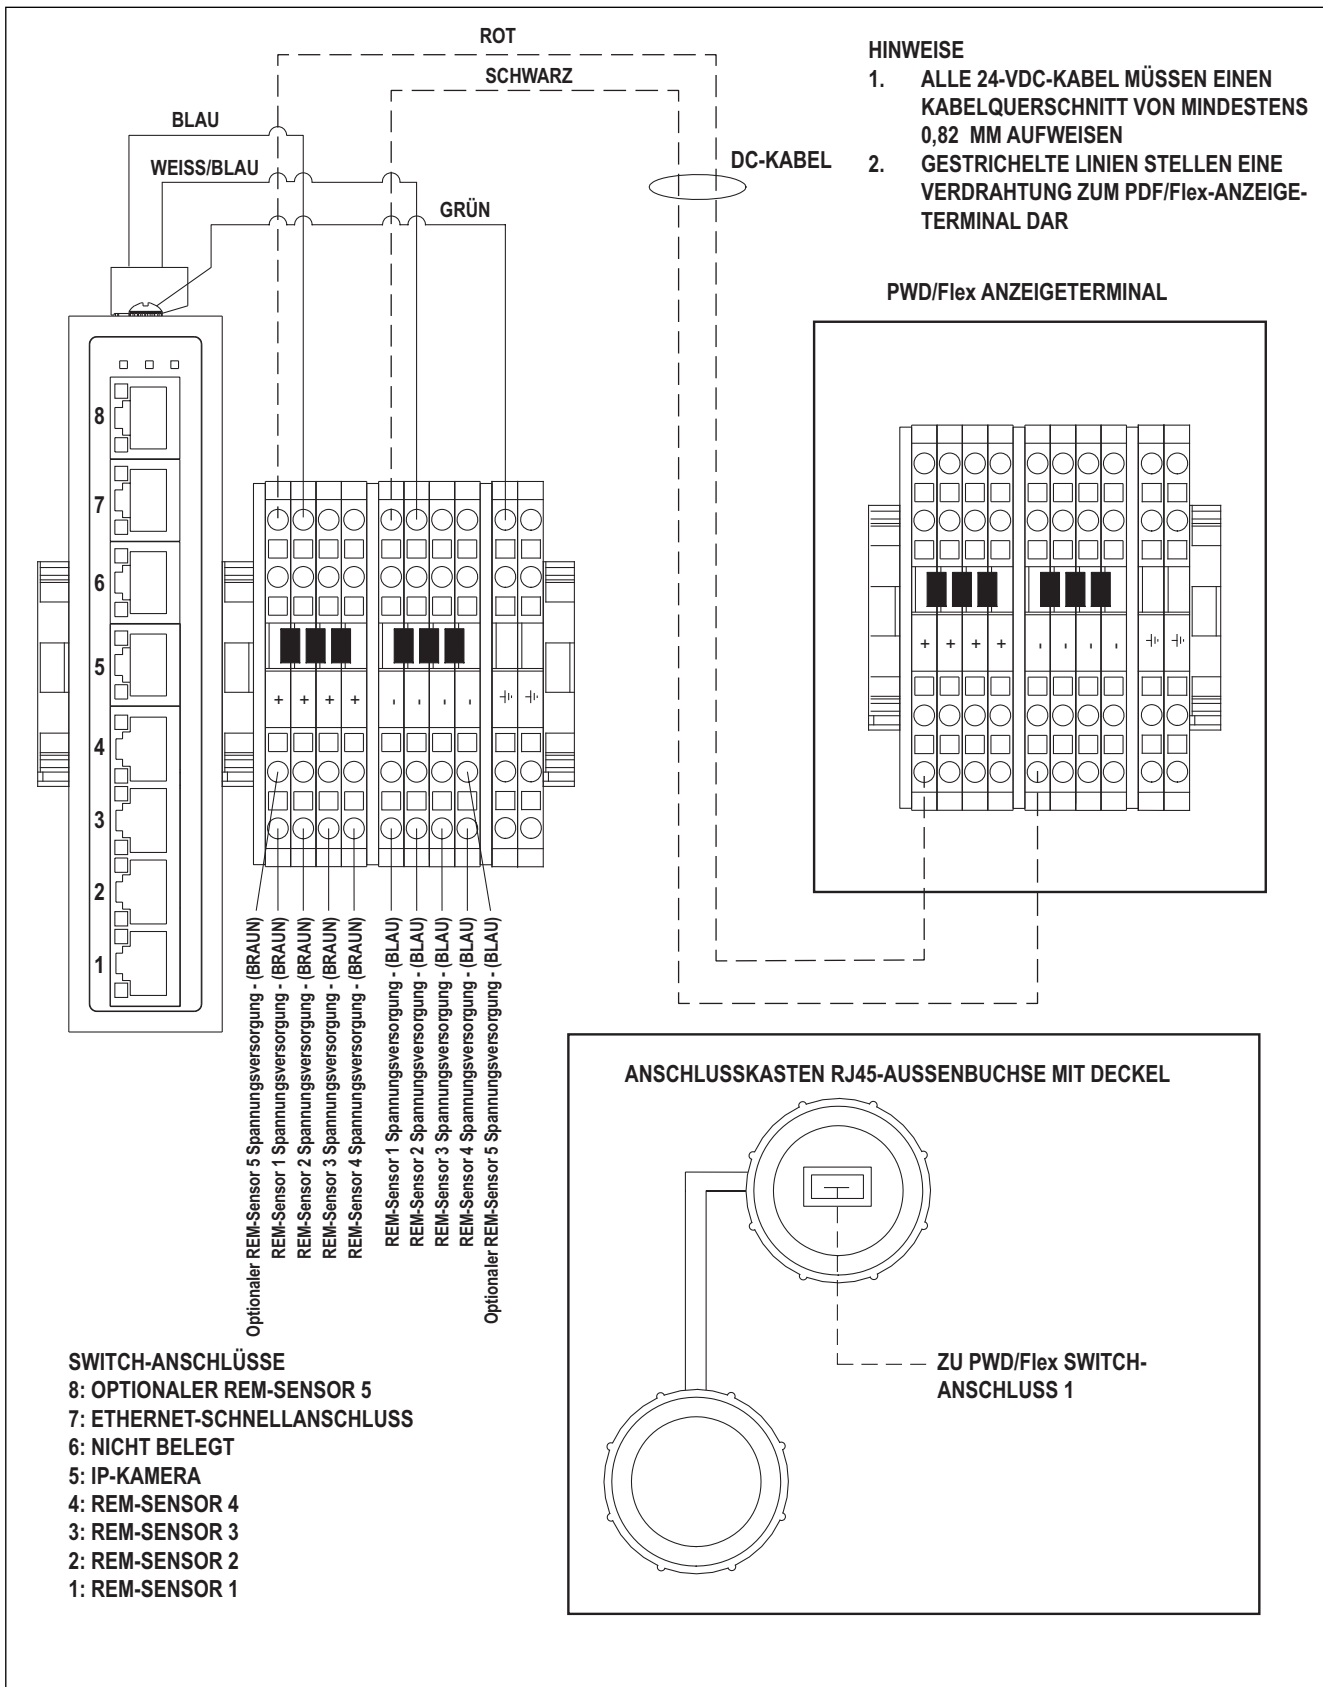

Abbildung 5-4. Verdrahtung der Kabel im Anschlusskasten
- Das Ethernetkabel des remoten IFM-Sensors (grün) an den Ethernetanschluss am Anschlusskasten anschließen (Abbildung 5-4 auf Seite 27).
- Das Spannungsversorgungskabel für den remoten IFM-Sensor an den Klemmenblock im Anschlusskasten anschließen (Abbildung 5-4 auf Seite 27).
3. Die Verdrahtung der Kabel im Anschlusskasten gemäß Abbildung 5-4 auf Seite 27 vornehmen.